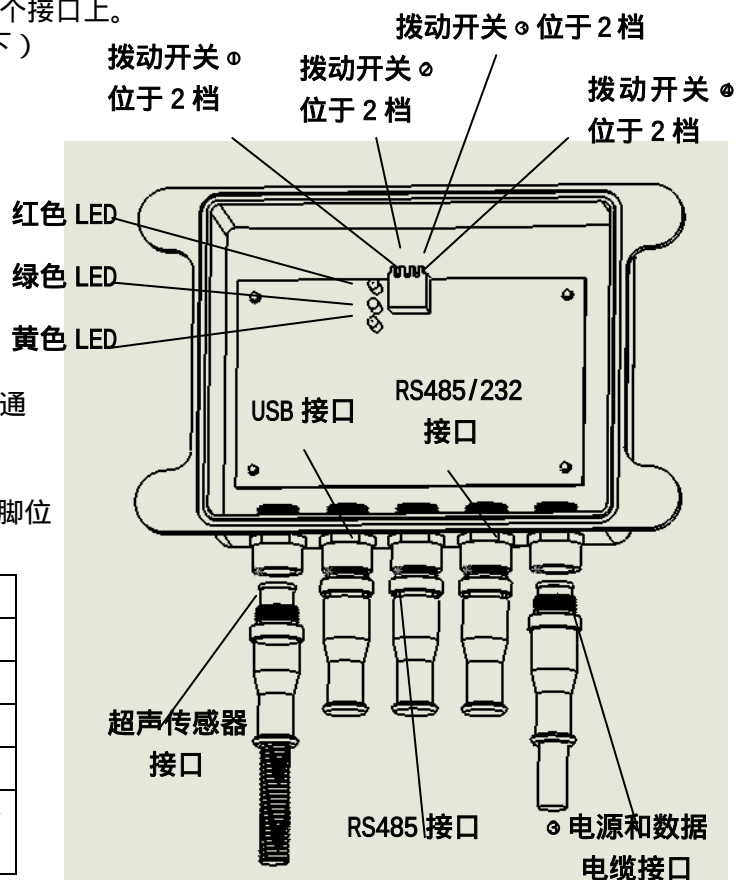

图 2
LED--J10ULM主机盒打开后正面有三个LED（如图2）
最好精确的设定油箱的最高油位，就是设定SW1-4拨动开关的位置。参照图2和表2。
如图2所示，在主机盒上有一组拨动开关，用于设置超声油位计的不同模式和工作最大油位
1. 把超声传感器电缆 连接到超声传感器接口上（如图 2 所示）。
3. 通过拨动开关组的2和3号开关设置最高测量油位（参照图2和表2所示）
最好精确的设定油箱的最高油位,就是设定SW1-4拨动开关的位置。参照图2和表2。
此外回波强度模拟输出也可以用来联接,这些设备相关自检诊断信息,(具体详细描述看表1)也可以发送到GPS/GPRS。如果GPS/GPRS设备有数字输入接口的话,超声油位计可以用485接口1(如图2所示)通讯,这是使用的是我们自定义的通讯协议。